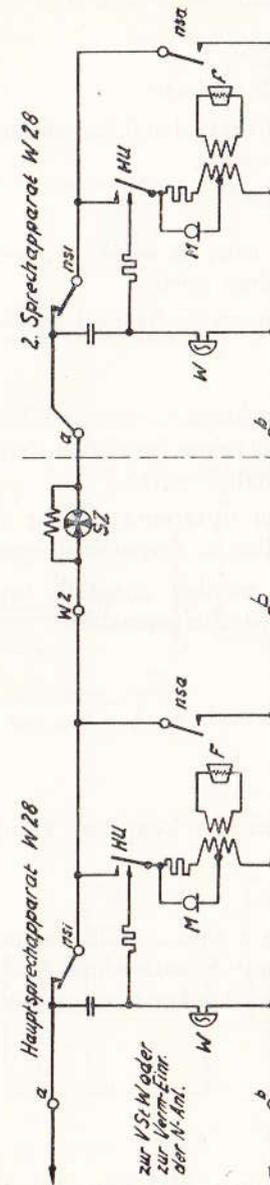
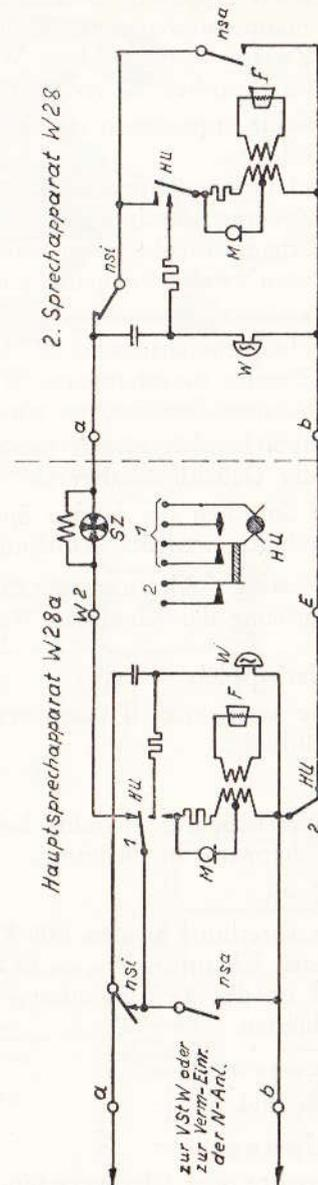

Bild 79.
Bild 80.
Die beiden Apparate werden parallelgeschaltet unter Benutzung der Klemmen W_2 und b (Bild 79) oder der Klemmen W_2 und E beim Apparat $W 28a$ (Bild 80).
1. Beide Apparate in demselben Raum (siehe Bild 79).
2. Beide Apparate in zwei zusammenhängenden Räumen (siehe Bild 79).
3. Beide Apparate in getrennten Räumen (siehe Bild 80).
Zu Bild 80.
Unterbrechung an den HU-Kontakten 1 und 2 (Bild 80) oder an den Klemmen W₂, a, E, b, bzw. am Schauzeichenkästchen und in den Leitungsadern, die beide Apparate miteinander verbinden.